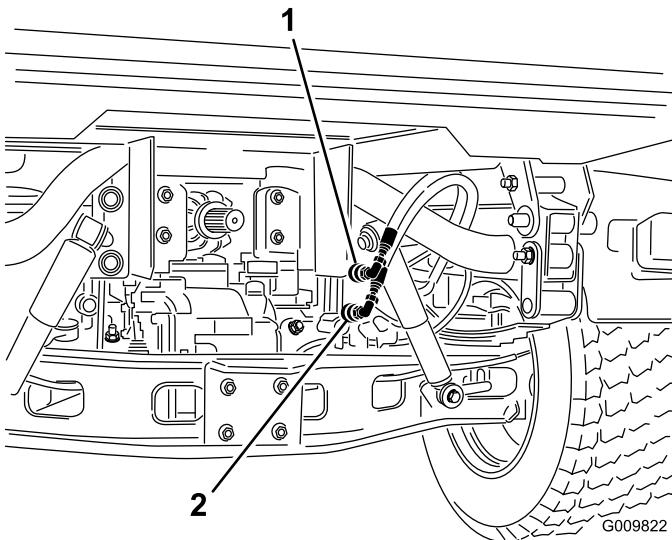

Figura 75
2. Desligue, em ambas as máquinas, as 2 mangueiras de acoplamento rápido das mangueiras ligadas ao suporte do acoplamento (Figura 75).